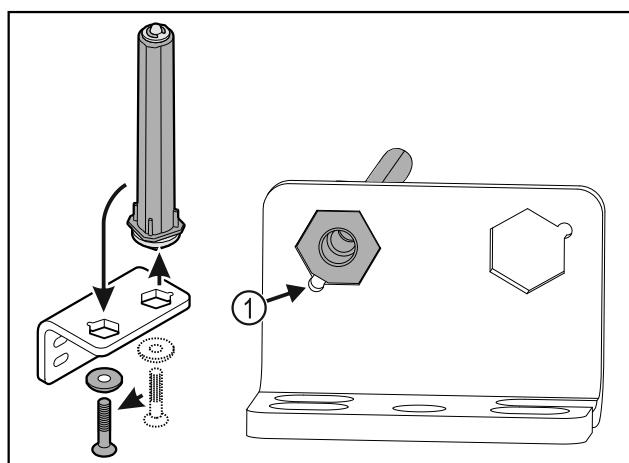

Fig. 37
- Asegúrese de que el bisel del perno Fig. 37 (1) esté orientado hacia el orificio redondo al insertarlo.